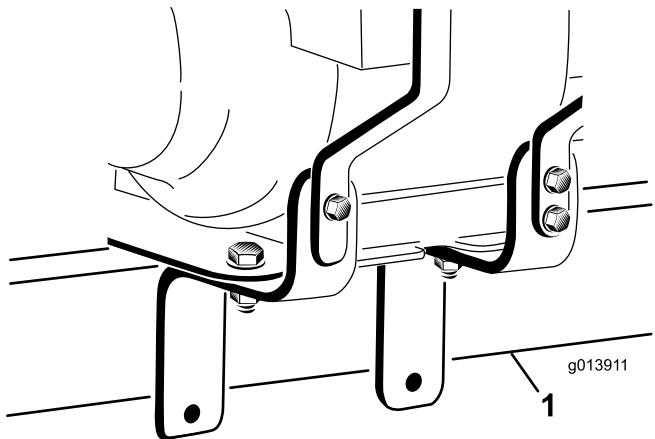
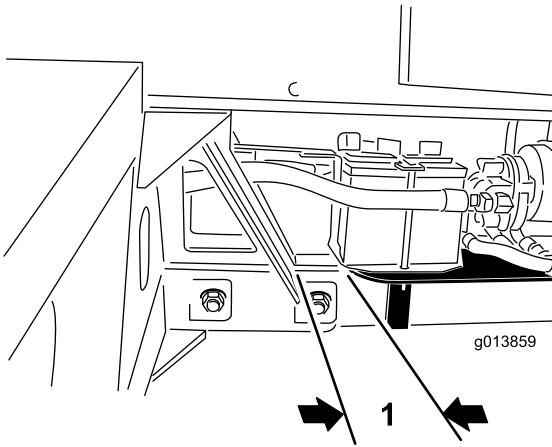

Figura 5
Figura 6
19. Poiché il gruppo motore è pesante, il posizionamento di questo componente potrebbe essere difficile. Con l'ausilio di un assistente, posizionate il gruppo motore sul tubo dell'attacco di traino del ProPass. Verificate che le staffe di montaggio del motore stiano a cavallo del tubo di attacco (Figura 5) e che la parte posteriore della piastra di montaggio del motore si trovi a circa 25 mm dal gruppo ricevente del tubo di attacco del ProPass (Figura 6).